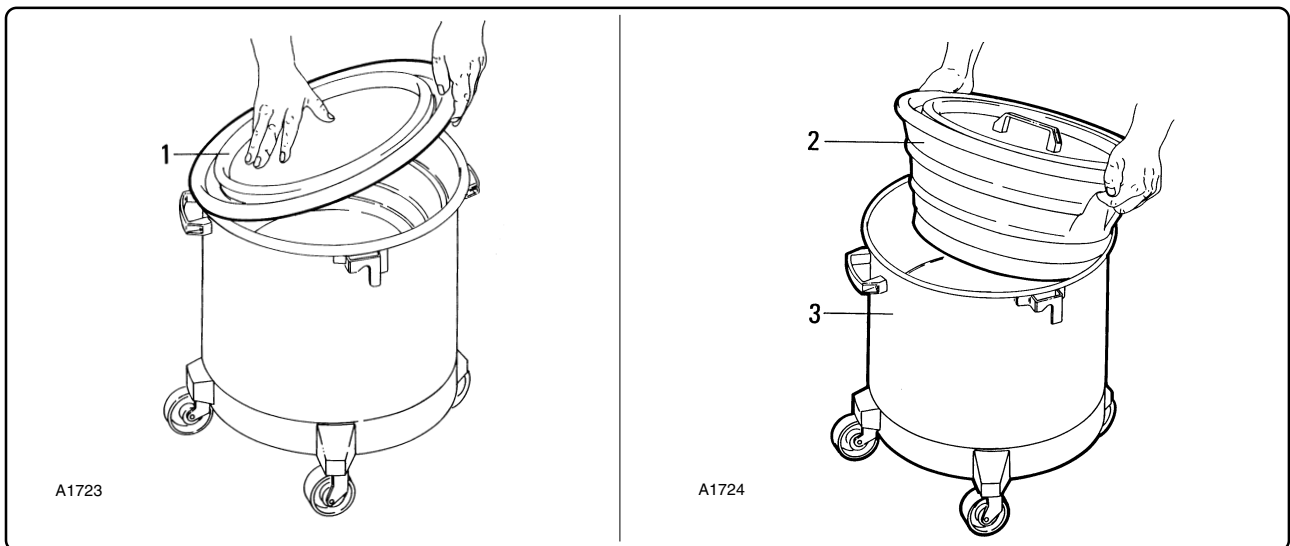

Fig. 6.9.1
- b - PVC shaking container fitted inside container "2" for dust collection (fig. 6.9.1);
- b - récipient de vidage en PVC placé à l' intérieur de la cuve "2" pour la récupération des poussières (fig. 6.9.1);
- b - Entleerungsbehälter aus PVC, befindet sich innerhalb des Staubbehälters "2" (Abb. 6.9.1).
**6.9 - Svuotamento contenitore (versione C - K1) - fig. 6.9.1**
**6.9 - Emptying the container (version C - K1) - fig. 6.9.1**
**6.9 - Vidange du bac (version C - K1) - fig. 6.9.1**
**6.9 - Entleeren des Staubsammelbehälters (Ausführung C - K1) - Abb. 6.9.1**